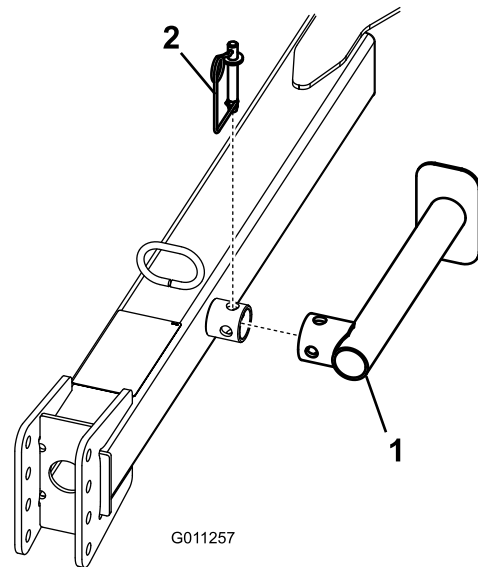

Figura 8
3. Rimuovete il perno a molla, ruotate il cavalletto verso il basso, poi rimontate il perno a molla (Figura 8).